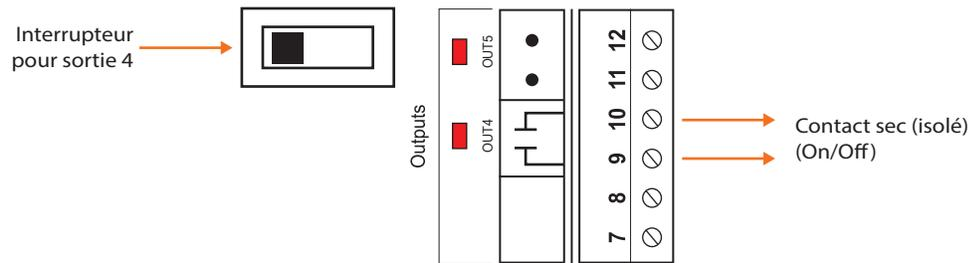

Figure 9 - Sortie en mode SINK
2) Position de l'interrupteur pour obtenir une sortie passive SINK (voir Figure 9):